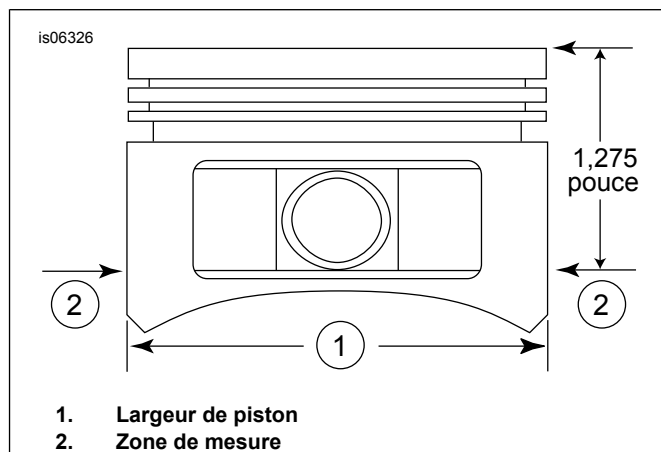

Figure 2. Dimensions de piston
5. Voir Figure 2 . Mesurer la largeur du piston (1) à 90 degrés à l'horizontale des deux côtés du trou d'axe de piston et à 11,811 mm (1,275 po) vers le bas de la surface de plateau (supérieure) du piston (2). Voir le tableau 11 pour l'ajustement piston/cylindre à cet emplacement.